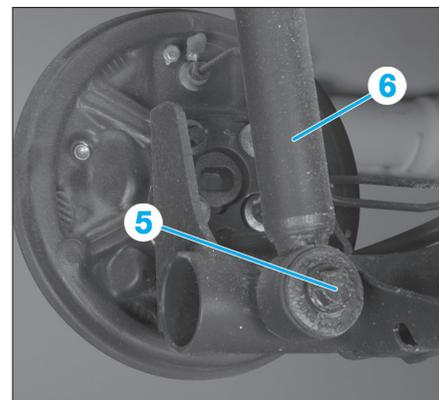

Fig. 26
- la vis inférieure (5) d'amortisseur (6) (Fig.26),
- l'amortisseur (6).